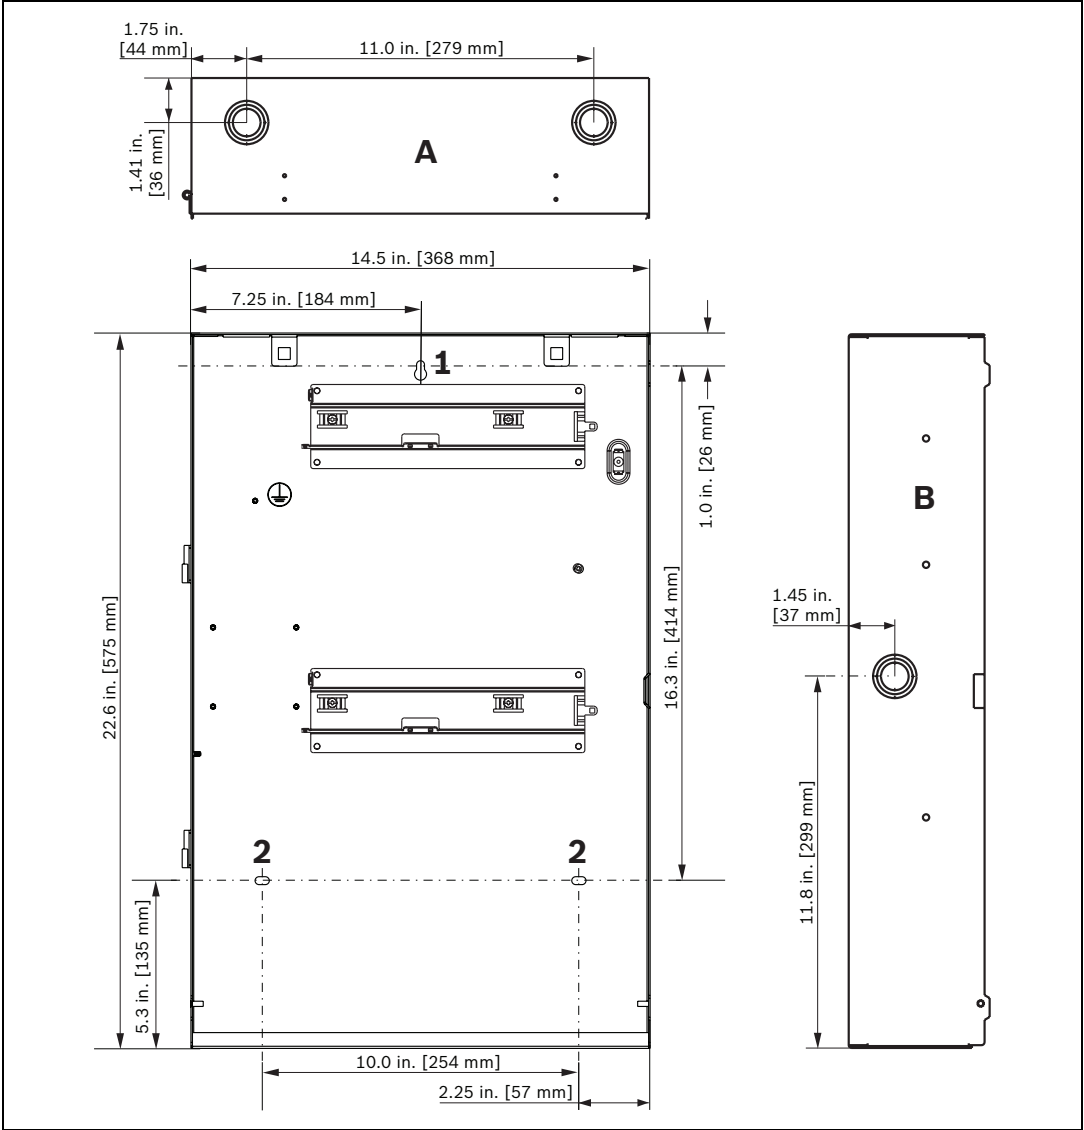

Figura 4.1 Diagrama de Dimensões do Gabinete (em polegadas e mm)
O gabinete é instalado usando uma ranhura de chave localizada na parte superior da caixa de base (consulte a Figura 4.1, Item 1) e dois orifícios de fixação localizados na seção inferior (consulte a Figura 4.1, Item 2).
1. Usando a caixa como gabarito, marque o orifício de instalação superior na superfície de montagem (consulte a Figura 4.1).
6. Remova as tampas das entradas dos cabos desejadas no gabinete (consulte a *Figura 4.1* na *Página 48*).